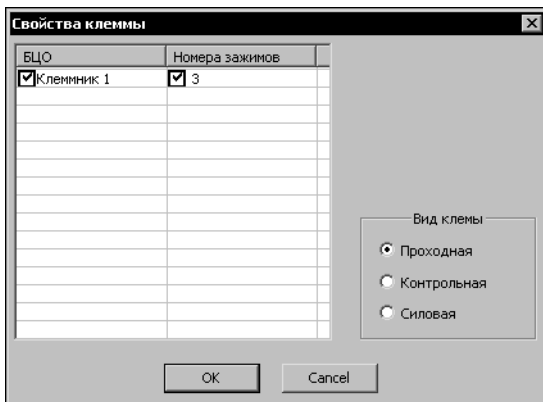

Рис. 18.8. Диалог **Свойства клеммы**
1. Дважды щелкните мышью на символе клеммы. На экране появится диалог **Свойства клеммы** (рис. 18.8). В нем отображается таблица, которая содержит список БЦО клемм и номера зажимов для каждой клеммы. Кроме того, в этом диалоге можно изменить вид клемм на схеме.